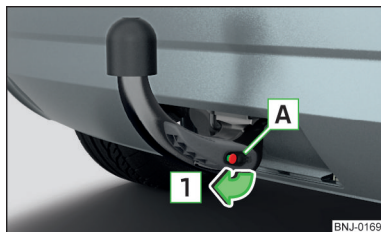

Fig. 158
- Îndepărtați apărătoarea **A** de pe încuietoare, în sensul săgeții **1** » fig. 158.